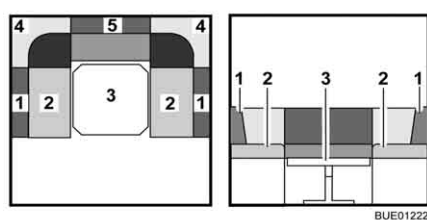

Fig. 90 Pendant la transformation
- Retirer tous les coussins de dossier (Fig. 90,1, 4 et 5) et les placer de côté.